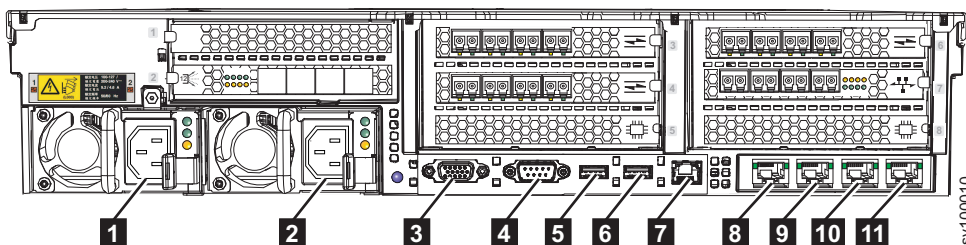

Figura 211. Conectores na parte traseira do nó 2145-SV1
2. Remova e rotule os cabos Ethernet que estão conectados às portas Ethernet 1-3 (**8** , **9** e **10**), conforme mostrado em Figura 211.